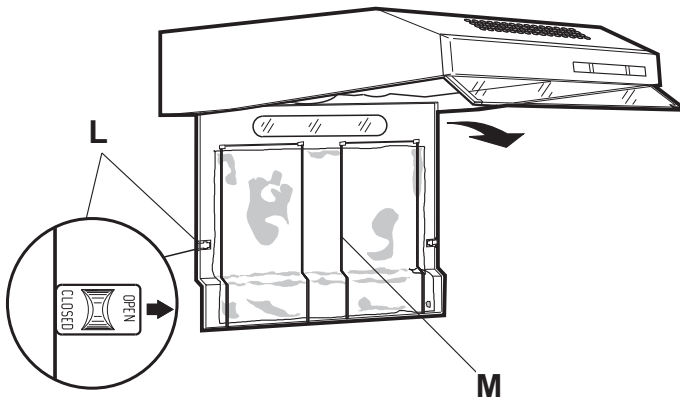

Fig. 8 - Abb. 8 - Obr. 8
- Accionar los cerrojos L y rotar la rejilla hacia abajo (Fig. 8);
Para desmontar el filtro, abrir la rejilla y quitar el retén M (Fig. 8).